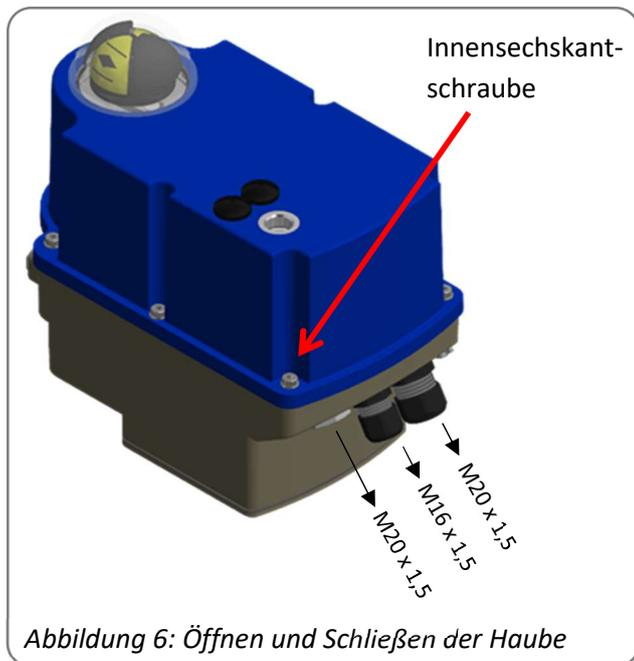

Abbildung 6: Öffnen und Schließen der Haube
- Schutzkappen (Abbildung 6, Pos. 2) der Einstellschrauben nach dem Einstellen der Zusatzwegscharter wieder anbringen. Anzugsdrehmoment 2 Nm.